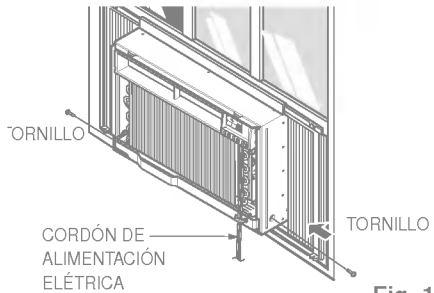

Fig. 18
- Deslice el chasis dentro del gabinete. (Ver Fig.18)